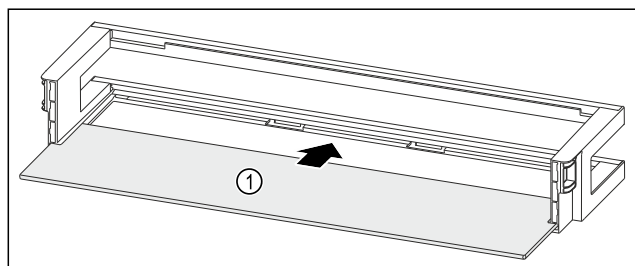

Fig. 95 Дверная полка со съемной полкой
- ▶ Вдвиньте съемную полку Fig. 95 (1) в боковые пазы.